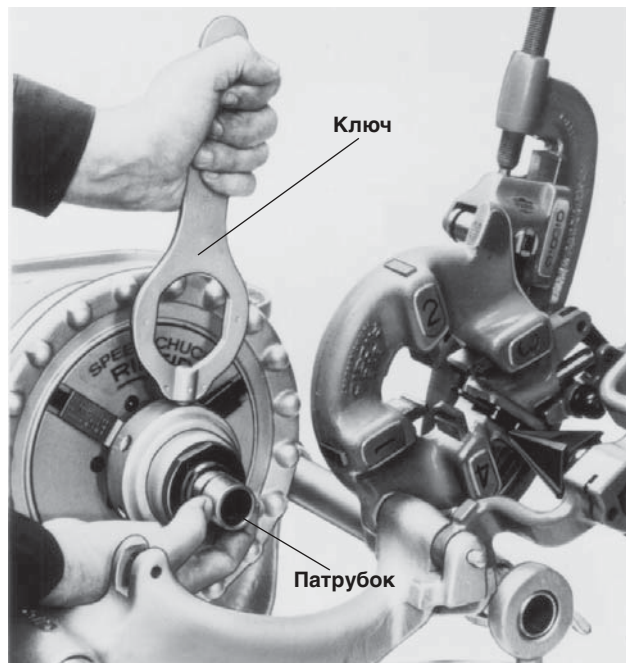

Рисунок 25 – Извлечение патрубка из патрона для патрубков
7. Вставьте штифт на конце ключа (рисунок 25) в одно из отверстий разжимающей втулки патрона для патрубков и поверните. Вручную уберите патрубок с резьбой.